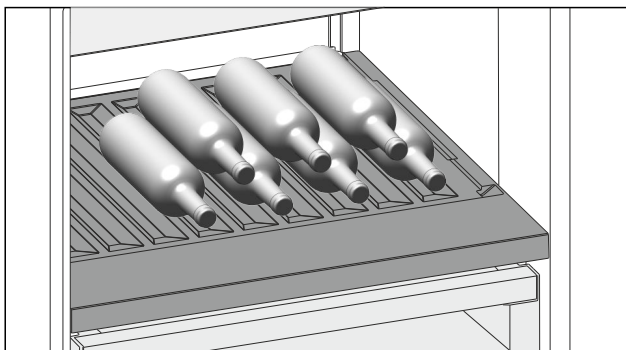

Fig. 145 Beispielhafte Darstellung
- ▶ Flaschen mit dem Boden nach hinten zur Rückwand einlegen. (siehe Fig. 145)